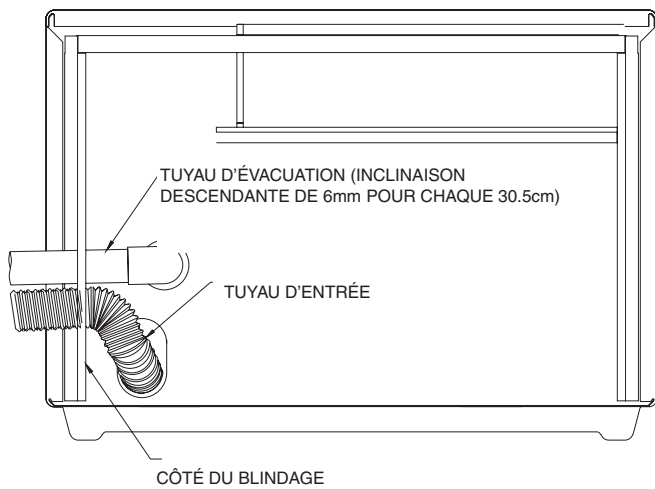

Figure 8
4. Chaque fois qu'une longueur de tuyau horizontale est utilisée, où les codes locaux le permettent, le tuyau d'évacuation peut avoir une inclinaison descendante vers l'extérieur de 6mm pour chaque 30.5cm. L'inclinaison descendante du tuyau d'évacuation permettra à la condensation de s'écouler vers l'extérieur. **Voir les Figures 8 et 9.**